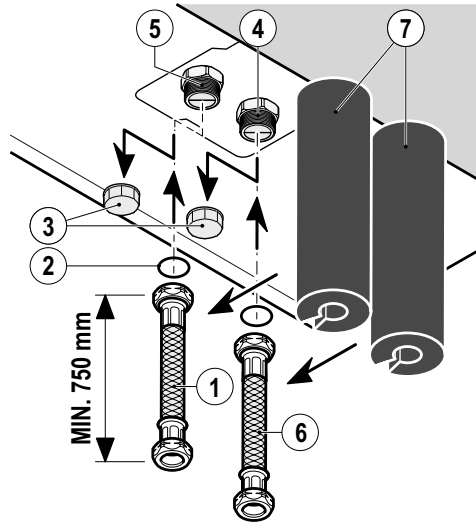

ABB. 37 (Anschluss an die Wasserversorgungsquelle)
UM DIE ÜBERTRAGUNG VON VIBRATIONEN AUF ANGRENZENDE GEBÄUDE ZU VERMEIDEN, VERWENDEN SIE VERBINDUNGSLEITUNGEN ZUR MASCHINE MIT EINER LÄNGE VON MINDESTENS **0,75 m** (s. **ABB. 37**).
- 1) Schrauben Sie die Abdeckkappen (**ABB. 37 - Bez. 3**) von den Zulauf- (**ABB. 37 - Bez. 5**) und Rücklaufanschlüssen (**ABB. 37 - Bez. 4**) ab und entfernen Sie diese.
- 3) Installieren Sie einen Schlauch (**ABB. 37 - Bez. 6**) mit einer Dichtung (**ABB. 37 - Bez. 2**) und einem Absperrventil im Heizungsrücklaufanschluss zum Gebäude.
- 4) Installieren Sie einen Schlauch (**ABB. 37 - Bez. 1**) mit einer Dichtung (**ABB. 37 - Bez. 2**) und einem Absperrventil im Heizungszulaufanschluss zur Wärmepumpe.
- 6) Isolieren Sie alle Leitungen (**ABB. 37 - Bez. 7**)